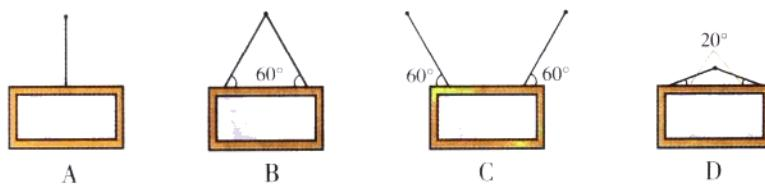

图 1-2-4
1. 用细绳把镜框挂在墙上，图 1-2-4 的 A 用一根绳，B、C、D 用两根绳，绳与水平方向夹角如图中所示，其中绳子拉力最大的是（ ）。